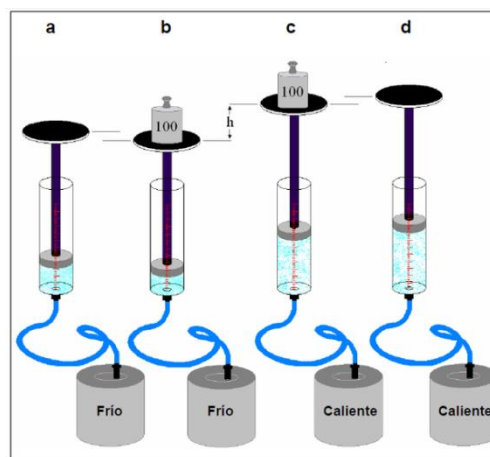

Figura 2: Esquema simplificado de la máquina de calor en diferentes estados del ciclo.
- Tome las mediciones necesarias para determinar el volumen y la presión del aire en el sistema a los cuatro puntos en el ciclo de la máquina (figura 2). Esto se debe hacer rápidamente para evitar escapes de aire alrededor del pistón. Resuma sus resultados en una tabla indicando claramente las unidades de medida.